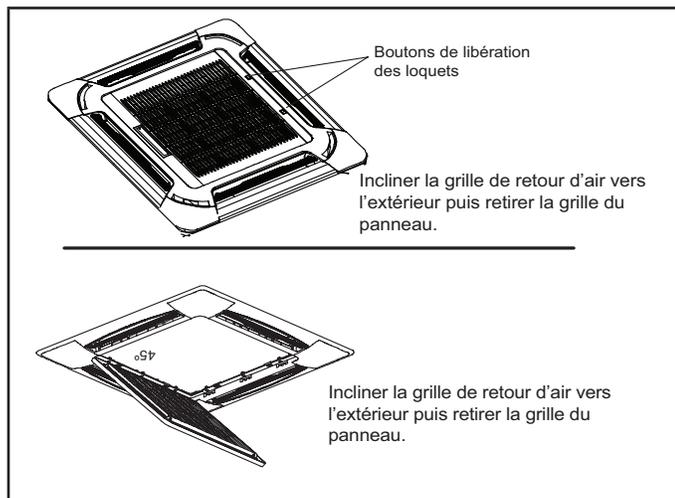

Figure 9. Retirer la grille de retour d'air
2. Enfoncer simultanément les deux loquets de la grille l'un vers l'autre pour libérer la grille comme illustré à la «Figure 9. Retirer la grille de retour d'air». Incliner la grille de retour d'air à un angle de 45° vers l'extérieur et retirer la grille du panneau. Placer soigneusement de côté la grille de retour d'air.